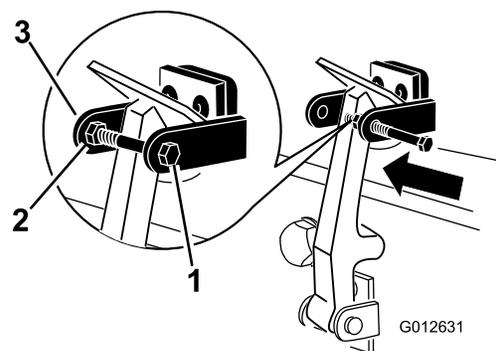

Рисунок 7
8. Установите болт в другой рычаг кронштейна защелки капота для фиксации защелки в надлежащем положении (**Рисунок 7**). Затяните болт, но не затягивайте гайку.